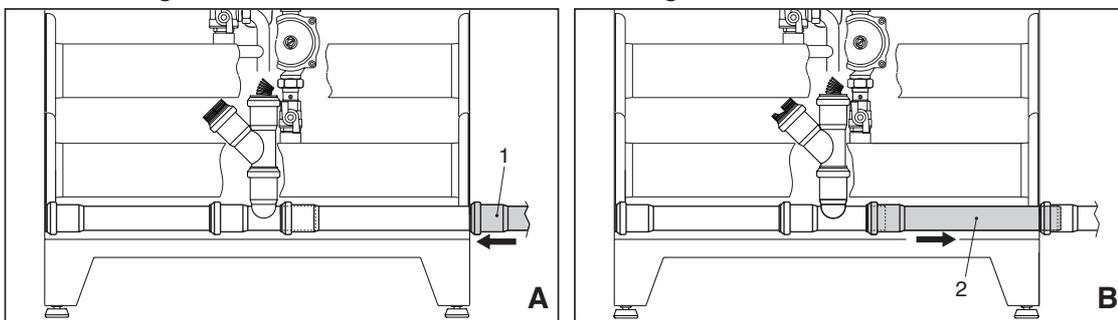

fig. 7
- Collegare al tubo di scarico condensa una tubazione $\varnothing 40$ per l'evacuazione della condensa prodotta durante il funzionamento (vedi fig. 7).